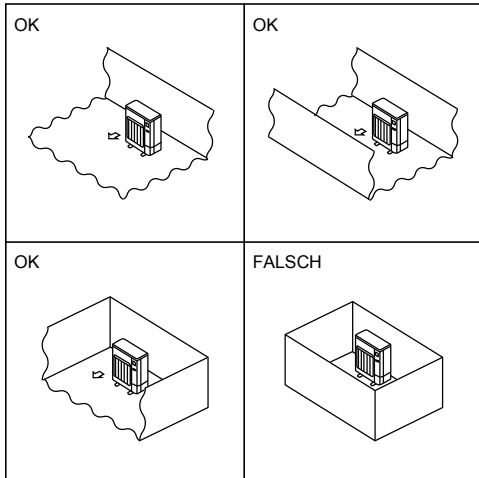

Fig. 2-2
- Installieren Sie Außenanlagen an einem Ort, an dem wenigstens eine der vier Seiten offen ist, und in einem ausreichend großen Raum ohne Senken. (Fig. 2-2)